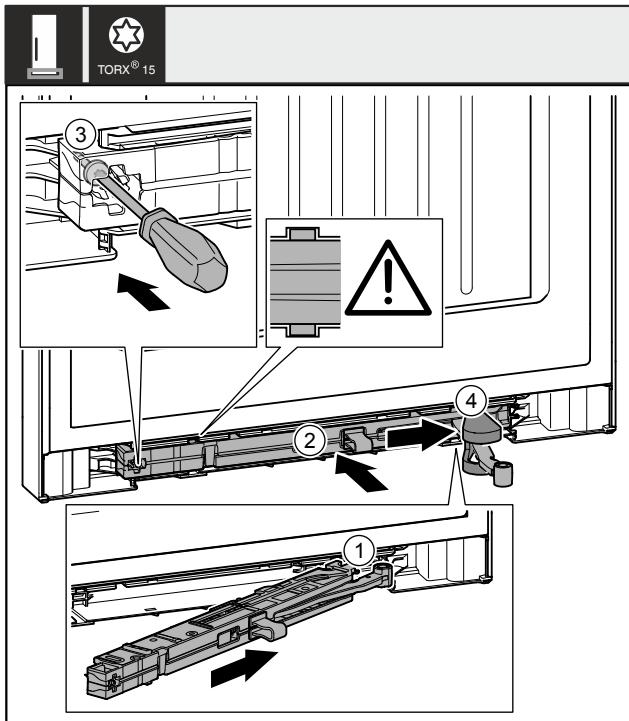

Fig. 53
- Schließdämpfereinheit Fig. 53 (1) auf der Lagerbockseite bis zum Anschlag schräg in die Aussparung einschieben.
- Schließdämpfereinheit Fig. 53 (2) vollständig in Aussparung schieben.
- Schraube Fig. 53 (3) mit einem Schraubendreher fest-schrauben.
- Abdeckung Fig. 53 (4) über Gelenk schieben.